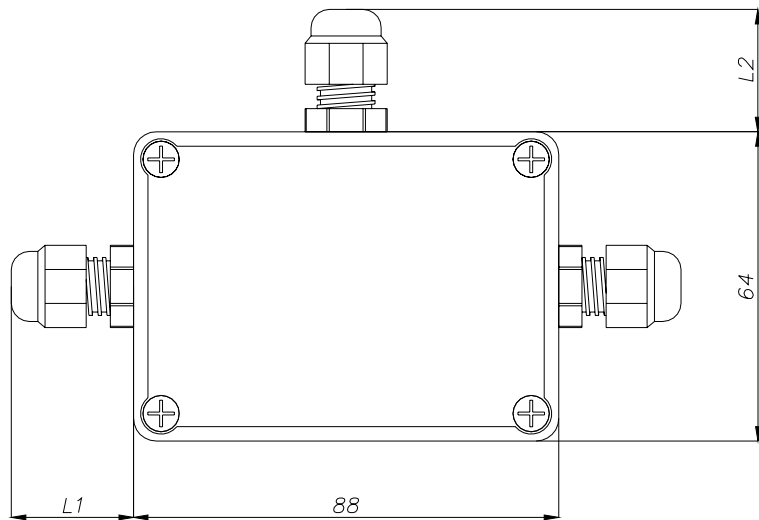

Рис. 3. РП-3-У Внешний вид и габариты.
- размеры L1, L2 (рис. 3) смотри таблицу 2;